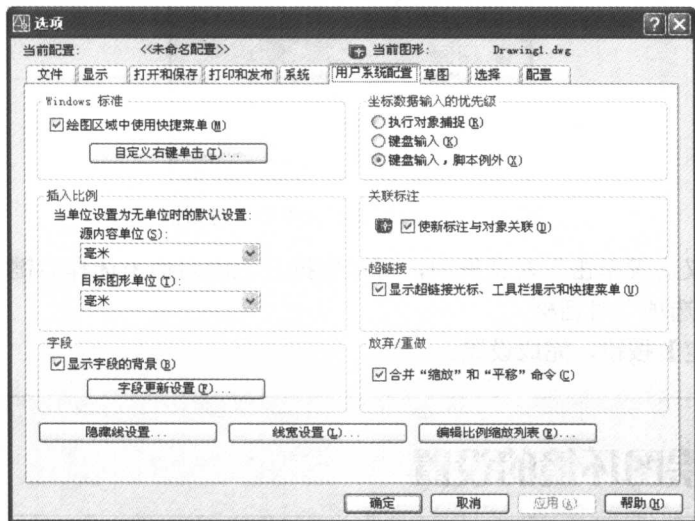

图 1-9 【用户系统配置】选项卡
(1) 在弹出的“选项”对话框中，切换到【用户系统配置】选项卡，如图 1-9 所示。